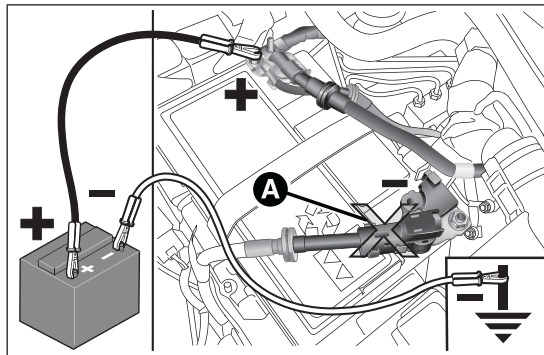

fig. 100
- collegare i morsetti positivi (segno + in prossimità del morsetto) delle due batterie con un apposito cavo fig. 100;